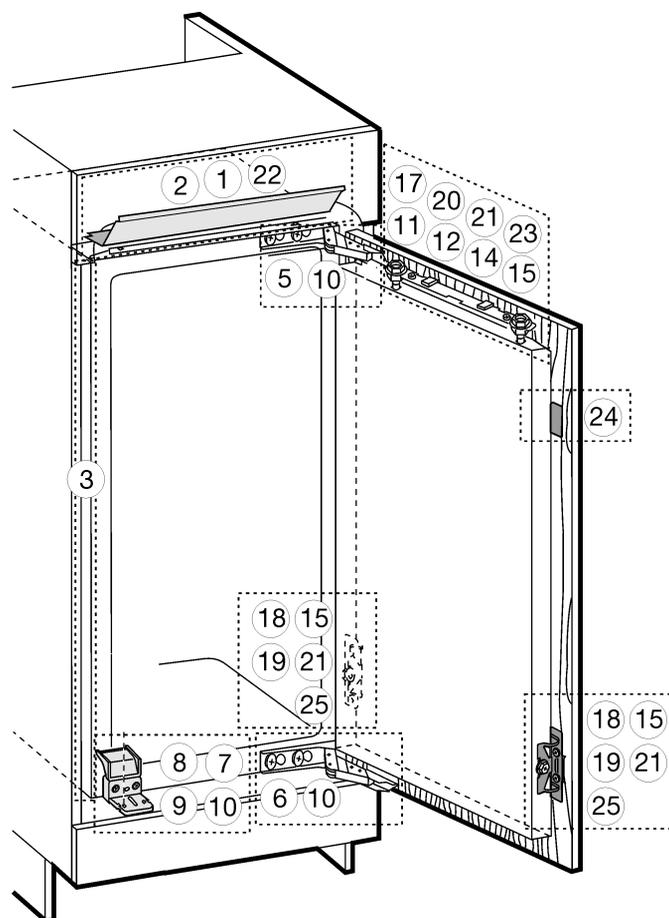
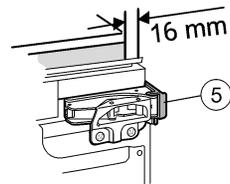

Fig. 10
Fig. 13
- ▶ Applicare a pressione il distanziatore Fig. 13 (5) e il distanziatore Fig. 10 (6) sulle cerniere.